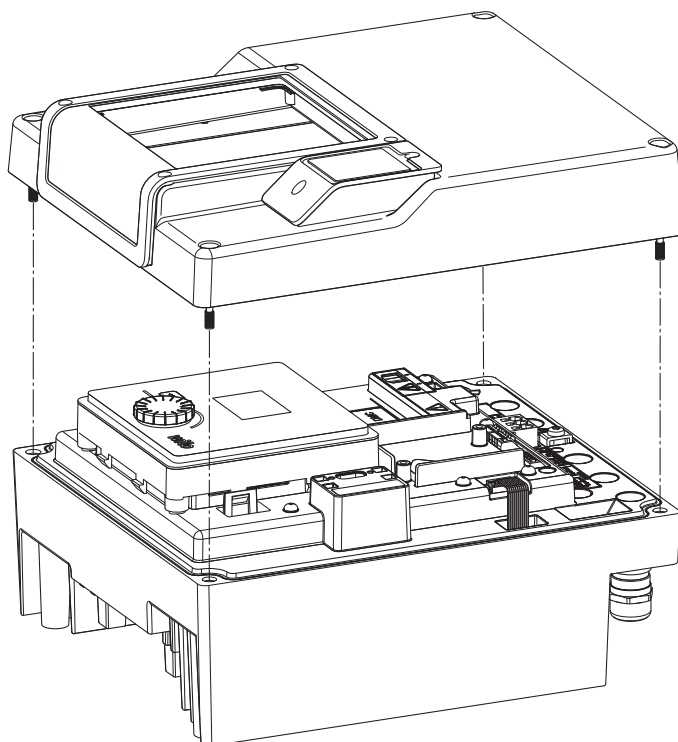

Fig. 45: Abrir la tapa del módulo electrónico
- Abra la tapa del módulo electrónico. (Fig. 45).